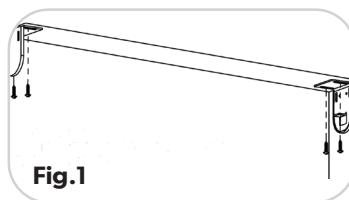

Fig.1
Avant d'entreprendre les étapes ci-dessous, veuillez prendre quelques instants pour examiner la liste des pièces. Votre store à enroulement automatique d'extérieur Simple Lift™ peut être accroché depuis le haut d'une surface p. ex. un cadre de fenêtre (**Fig. 1**) ou monté latéralement sur la surface intérieure d'un mur, d'une terrasse ou d'un porche. Peu importe la façon dont vous choisissez d'installer le store, les instructions pour l'installation sont les mêmes.
- Installez les supports de fixation au plafond ou au mur à l'aide des vis à bois fournies. (**Fig. 1**)